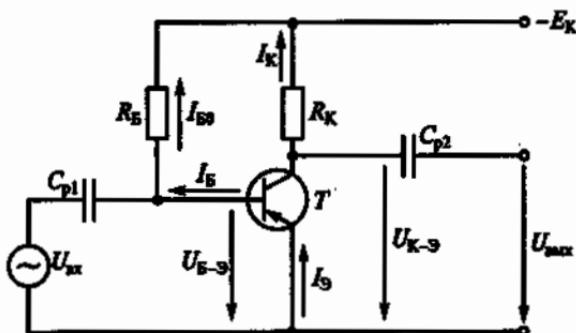

Рис. 202
8.17. Какими электрическими параметрами определяется сопротивление R_B резистора на рис. 202?
8.18. Усилительный каскад с общим эмиттером (см. рис. 202) должен работать с минимальными искажениями сигнала (класс А). При каком условии это требование выполняется?
трансформаторной связью. Сравнить эту схему со схемой усилителя с *RC*-связью, показанной на рис. 202. Какая из этих схем будет характеризоваться меньшими частотными искажениями?